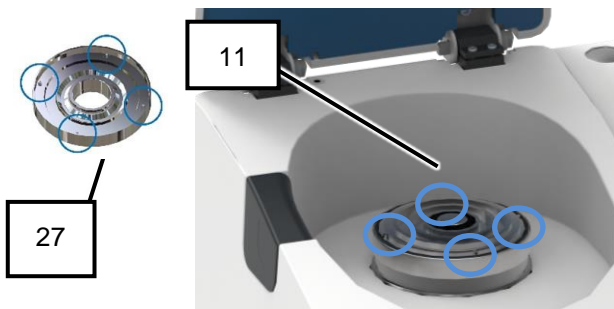

Fig. 20: Vano interno con albero rotore
4. Inserire il disco a labirinto (27) sull'albero del rotore (11) (Fig. 20).
5. Assicurarsi che la sicurezza antitorsione sia correttamente posizionata in sede (Fig. 20).
6. Appoggiare la cassetta (26) (senza coperchio) sul disco a labirinto (27).